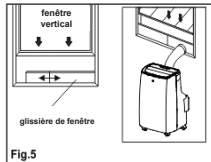

Fig.5
4. Fixez la sortie du tuyau au kit de glissière de fenêtre et scellez-le. (Fig. 5 & 6).